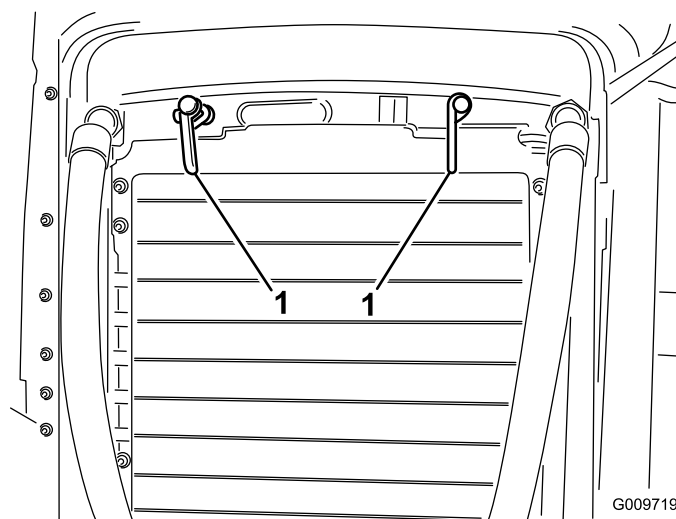

Figura 50
2. Gire los enganches (Figura 50) que sujetan el enfriador de aceite al bastidor.